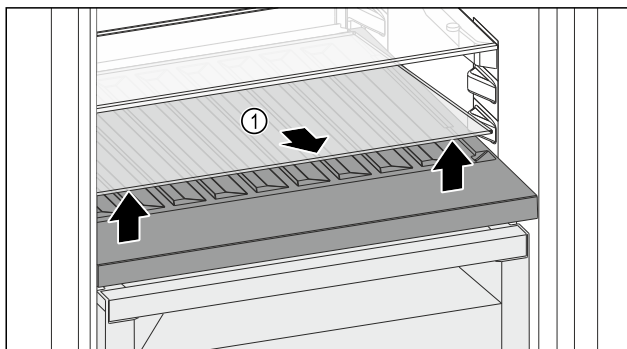

Fig. 116
- ▶ Løft glassplaten Fig. 116 (1) foran på fordypningen og ta den ut.
- ▶ Oppbevar glassplaten Fig. 116 (1) trygt utenfor apparatet.